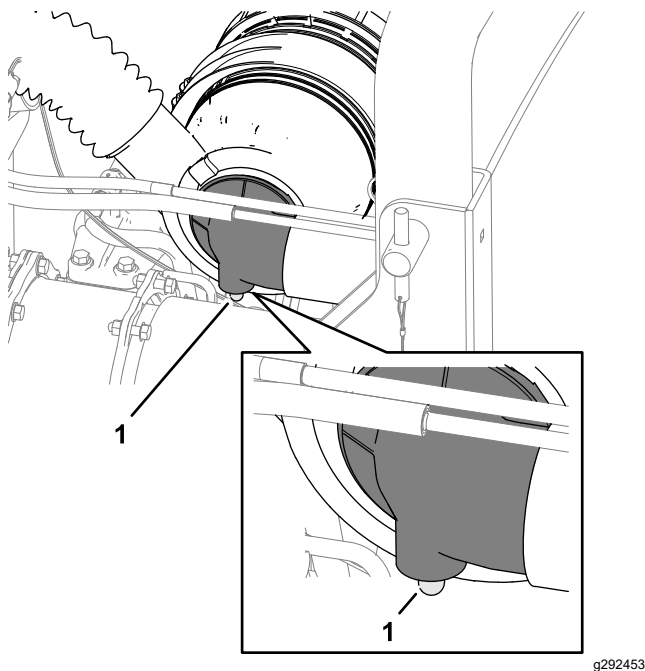

**Figura 51**
2. Controllate la spia di ostruzione del filtro dell'aria (Figura 51).
**Nota:** Revisionate il filtro primario dell'aria quando la spia di ostruzione del filtro (Figura 51) è rossa. La sostituzione del filtro dell'aria con frequenza aumenta la possibilità di ingresso di sporcizia nel motore quando il filtro viene rimosso.